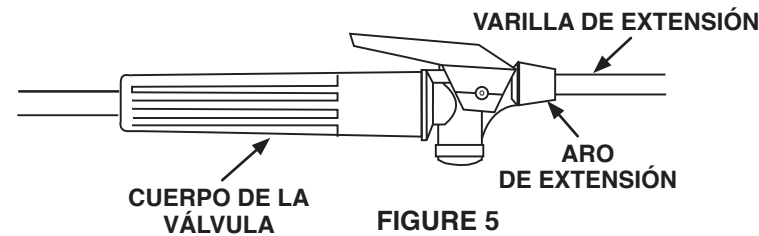

FIGURA 5
- Paso 1. Aro de extensión en la varilla de extensión. (Figura 5)